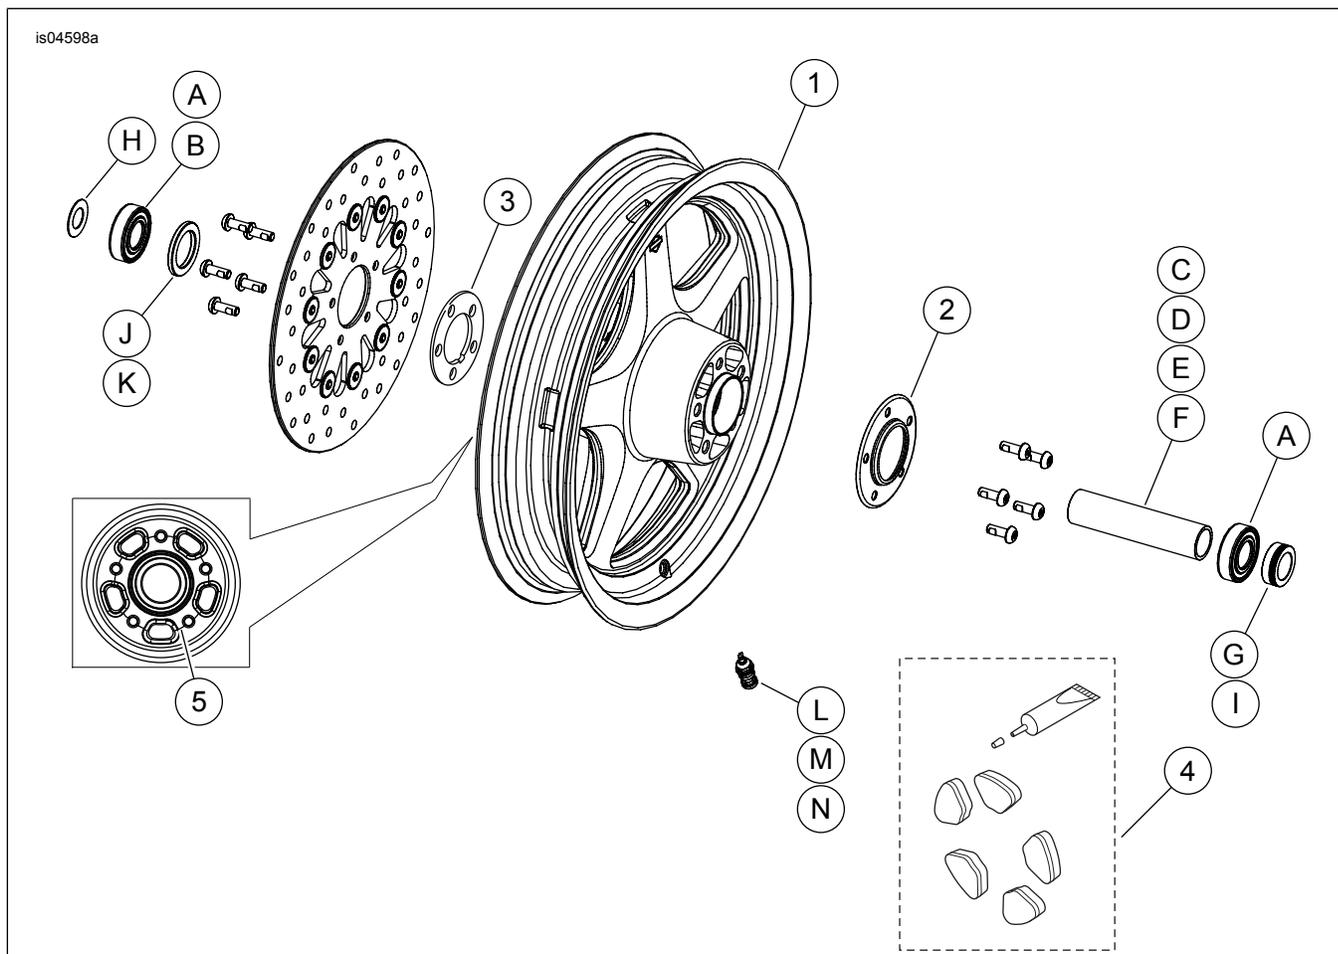

Figura 2. Parti di ricambio: KIT RUOTA ANTERIORE THUNDERSTAR (è mostrata la ruota da 16 pollici)
Questi kit includono le ruote personalizzate e, a seconda del kit, possono anche comprendere un coprimozzo ed una piastra del mozzo. Vedere la figura 2. e Tabella 3 per il contenuto del kit.
2. Vedere Figura 2. Montare sulla ruota il gruppo dello stelo della valvola (L, M o N). Vedere PNEUMATICI nel manuale di manutenzione.
- Il lato sinistro della ruota ha una scanalatura lavorata (elemento 5, Vedere la figura 2.) sulla superficie del mozzo e/o puntini di contrassegno che identificano il lato del disco del freno e del cuscinetto dell'albero primario.
- montare la ruota in modo che i contrassegni sul mozzo siano sul lato sinistro della motocicletta. Il lato sinistro della ruota ha una scanalatura lavorata (elemento 5, Vedere la figura 2.) sulla superficie del mozzo e contrassegno che identificano il lato del cuscinetto dell'albero primario.
- Questi kit includono una o due piastre del mozzo (43985-00), da installare tra il disco del freno e la ruota, e un coprimozzo cromato (43986-00), da installare sulla ruota sul lato opposto rispetto al disco del freno. I coprimozzi devono essere installati per impedire l'ingresso di acqua, il che potrebbe dare luogo ad uno squilibrio. **Modelli con freni a doppio disco:** installare una piastra del mozzo in acciaio inossidabile (3) tra ciascun disco del freno e il mozzo della ruota. Eliminare il coprimozzo cromato (2). Montare i dischi dei freni secondo i procedimenti riportati nel manuale di manutenzione. **Modelli con freni a disco singolo:** installare una piastra del mozzo in acciaio inossidabile (3) tra il disco del freno e il mozzo della ruota. Montare il disco del freno secondo i procedimenti riportati nel manuale di manutenzione. Montare il coprimozzo cromato (2) dal lato opposto del disco del freno. Gettare la piastra in più del mozzo in acciaio inossidabile (3).
- La ruota ha una scanalatura lavorata (elemento 5, Vedere la figura 2.) sulla superficie del mozzo per identificare il lato destro.
6. Installare la ruota anteriore (1), l'asse di serie e il dado dell'asse di serie. Vedere RUOTA ANTERIORE nel manuale di manutenzione.